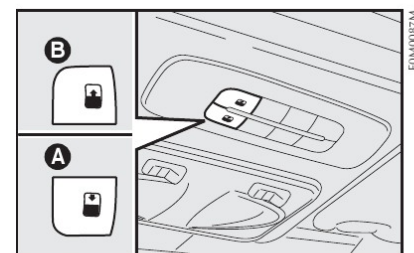

fig. 103
- atuar no botão **A-fig. 103** e fechar completamente o teto solar através do procedimento manual;
- pressionar o botão **A-fig. 103** até que sejam ouvidos dois ruídos (“clac”);
Acionar o botão **B-fig. 103** que permite duas modalidades de abertura do vidro móvel (dianteiro).
Acionando o botão **B-fig. 103**, de completamente fechado, o vidro dianteiro passa à posição de spoiler; um segundo acionamento leva o vidro à posição de máximo conforto (menor ruído aerodinâmico); um terceiro acionamento levará o vidro à posição de máxima abertura. Depois do acionamento inicial de abertura, o vidro poderá ser parado em posição intermediária apertando novamente o botão.
Pressionando o botão **B-fig. 103**, de completamente fechado, o vidro anterior se move e para quando o botão **B-fig. 103** é novamente pressionado. Com pressões sucessivas do botão, sempre no mesmo intervalo de tempo, o vidro se moverá até alcançar a posição de máxima abertura. Esta função permite
Da posição de abertura em que se encontra, pressionar o botão **A-fig. 103** e, mantê-lo pressionado por mais de meio segundo, o vidro anterior do teto solar se fechará automaticamente até a posição “spoiler”. Pressionando novamente o botão **A-fig. 103** por mais de meio segundo, o vidro dianteiro se fecha completamente.
Assegurar-se que o vidro seja completamente fechado e, caso não ocorra o fechamento, acionar o botão **A-fig. 103** novamente.